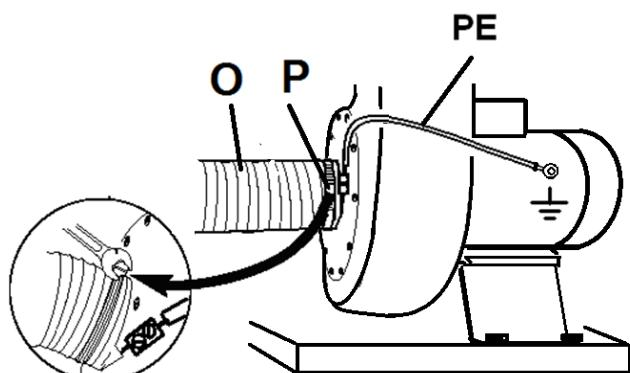

Fig 12
Verwenden Sie eine Schlauchklemme (P, Fig 12) zum Befestigen des Schlauches (O).